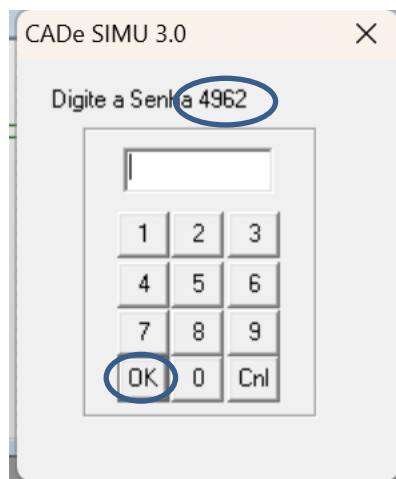

Figura 2 – Solicitação da senha
- 2) Abrirá uma janela (Figura 2) solicitando a senha. **Digitar:** 4962. Após isso clicar em **OK**.